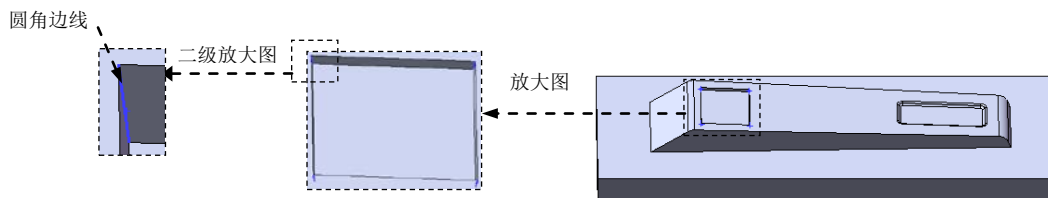

图 12.2.24 圆角边线
(2) 定义圆角类型。采用系统默认的圆角类型。
(3) 定义圆角对象。选取图 12.2.24 所示的边线为要圆角的对象。